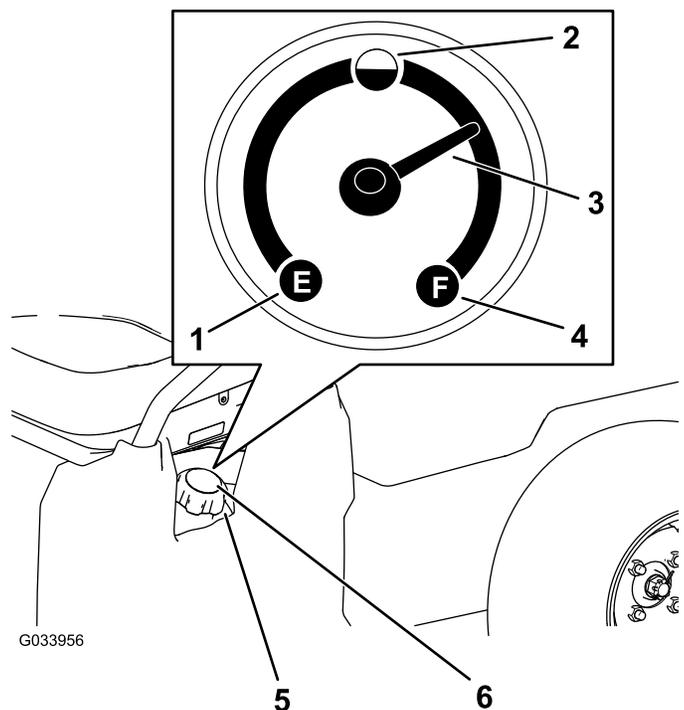

図 14
4. 燃料タンクのキャップ  図 14 の周囲をきれいに拭く。